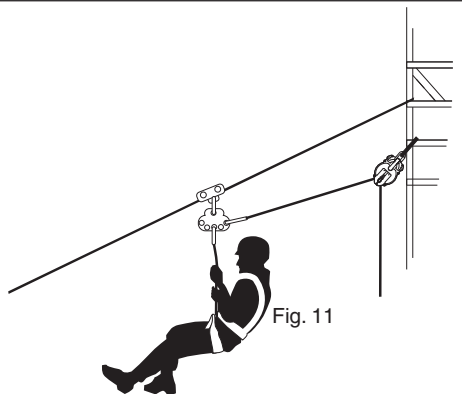

Fig. 11
7.3 Evacuación voluntaria en plano inclinado (Fig. 11)